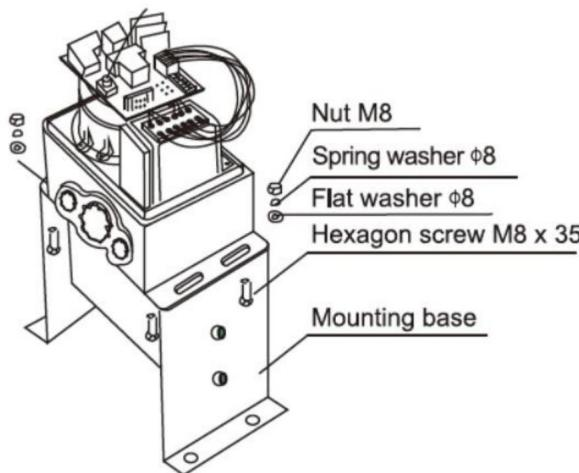

Figura 6
c) Montare il motore della macchina sulla base di montaggio come mostrato in Figura 6;